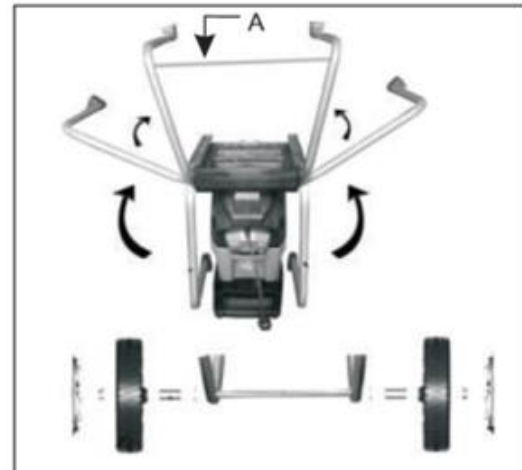

Fig.1A
1. Retourner le broyeur et pivoter les pieds (Fig. 1A).
2. Placer l'axe de roue fourni (A) à travers les ouvertures respectives (Fig. 1A).